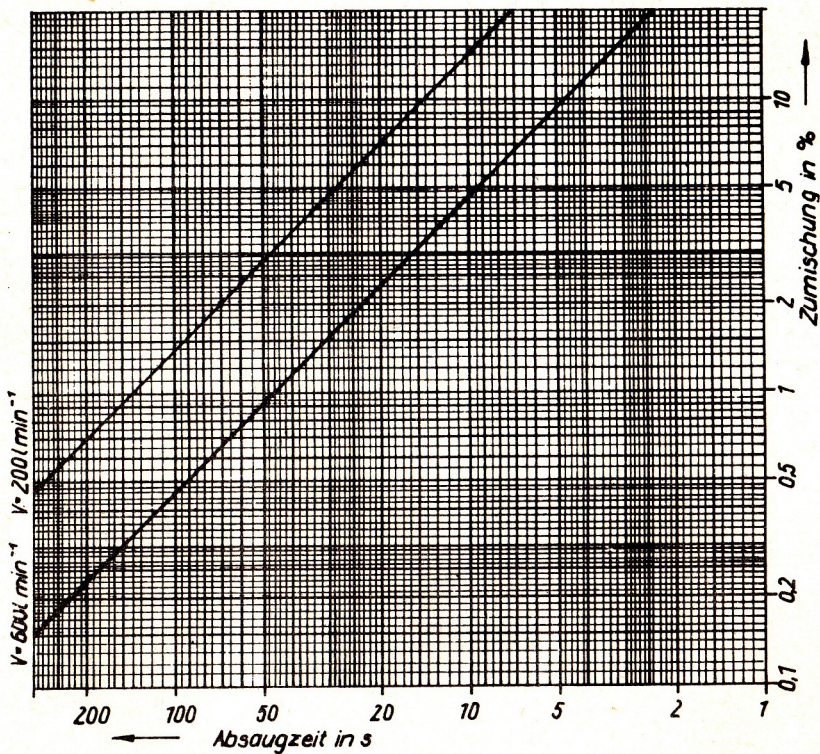

Bild 5. Diagramm zur Ermittlung der Zumischung (%), wenn die Absaugzeit (s) für 5 l gemessen wurde
- Öffnen der Drosselrückschlagklappe (35) am Saugstutzen (36) und der Wasserzufuhr am Prüfbehälter.
- beide Pumpen einrücken, Öffnen des Absperrschiebers (40) oder (42) der zu prüfenden automatischen Zumischregelung (automatische Zumischregelung ist auf 5 % eingestellt).
- Drehzahl der Heckpumpe auf $n = 2000 \text{ min}^{-1}$ bringen, Öffnen des betreffenden Kugelabsperrhahnes (18) oder (50), wenn das Manometer (41) oder (43) der zu prüfenden automatischen Zumischregelung Druck anzeigt.
- Nach Einregeln der Drücke, Schließen der Wasserzufuhr am Prüfbehälter, mit Stoppuhr fallende Wassermenge zwischen zwei Markierungen z. B. 15 und 10 l messen. Wasserzufuhr zum Prüfbehälter sofort wieder öffnen (aus Diagramm Bild 5 Zumischung in % ablesen).
- Anschließend Kontrolle bei $V = 200 \text{ l min}^{-1}$, $H_{FP} = 0,8 \text{ MPa}$ (80 m WS), $H_Z = 0,90 \text{ MPa}$ (90 mWS) und Sprühdüse 200 (aus Diagramm Bild 5 Zumischung in % ablesen).